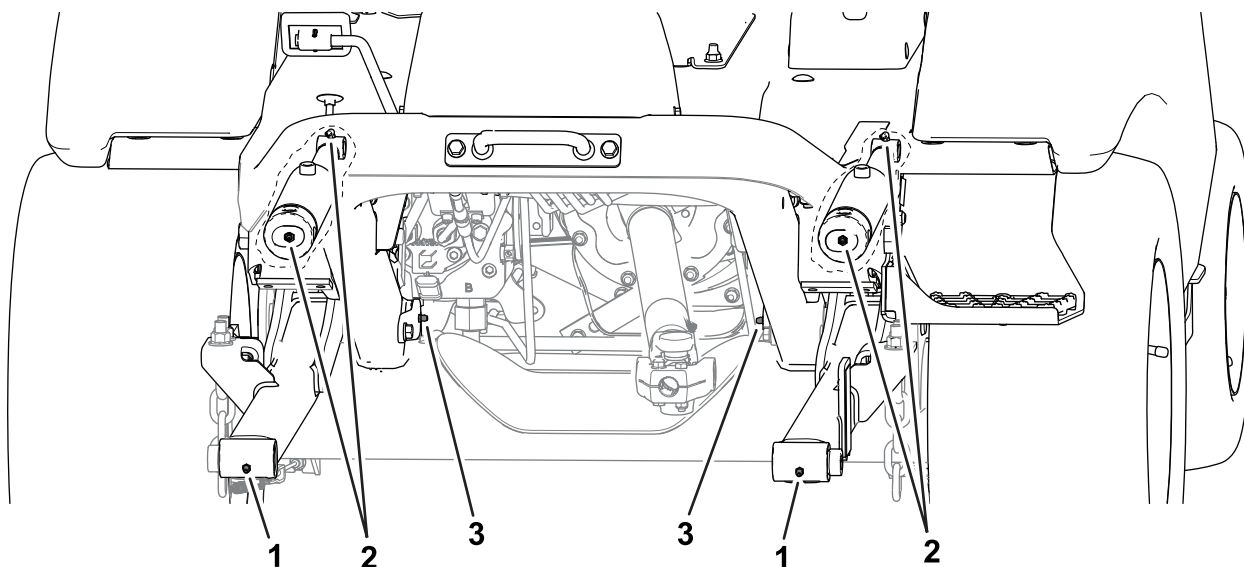

Figure 47
- **Avant de la machine (Figure 47) :**
- Pivots d'articulation d'accessoire (2)
- Bagues de vérin de levage (2)
- Pivots d'articulation de bras de levage (2)